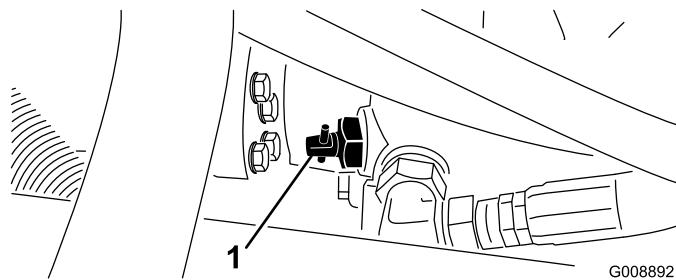

Figura 26
1. Girate la valvola di bypass, sulla pompa (Figura 26) a 90°.